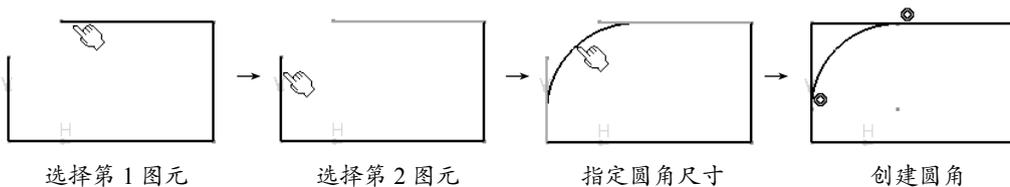

图 5-7
- 标准线修剪 : 单击此按钮，创建圆角后，使原本不相交的图元相交，如图 5-7 所示。